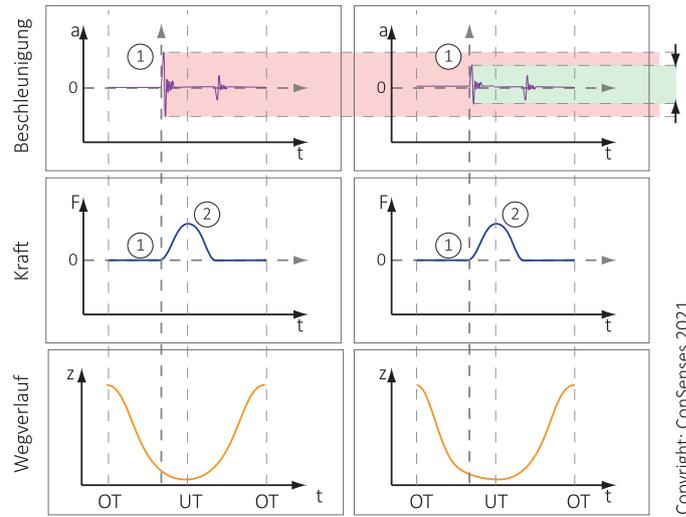

Bild 2: Prinzipdarstellung der datenbasierten Reduktion eines Auftreffschlags
Bild 2 stellt das Vorgehen anhand eines einfachen Prägeprozesses dar. Optimierungsziel war es hier, den Auftreffschlag (1) zu minimieren. In diesem Fall war die auftretende Maximalbeschleunigung beim Aufsetzen auf das Werkstück entscheidend. Durch eine simulierte Hebelkinematik ließ sich die schädliche Beschleunigung signifikant reduzieren. Die Spitzenkraft (2) wird in derartigen Prozessen oft durch Distanzen verursacht und hängt damit eher von der Lage des unteren Totpunkts (UT) ab als von der Umformgeschwindigkeit.